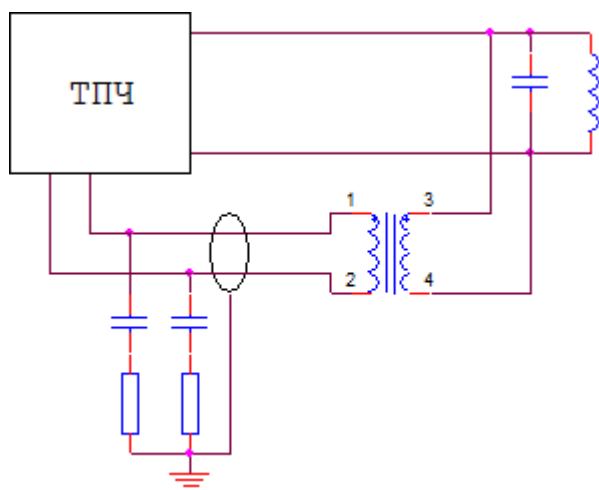

Рис. 1. Фильтр на выходе высоковольтного трансформатора обратной связи (ВОС)
4.5. Чтобы устранить ложный ИУ от помехи в сигнале ОС, надо поставить заземляющий фильтр на выход высоковольтного трансформатора обратной связи (ВОС). Фильтр ставится на вторичную сторону (низковольтную), смотрите Рис. 1. Провода обратной связи должны быть в экране. Экран заземляется там же, где и фильтр. Место для расположения фильтра выбирается там, где точка заземления фильтра и экрана может быть подсоединена кратчайшим проводом к цеховой Земле или к Земле шкафа ТПЧ.